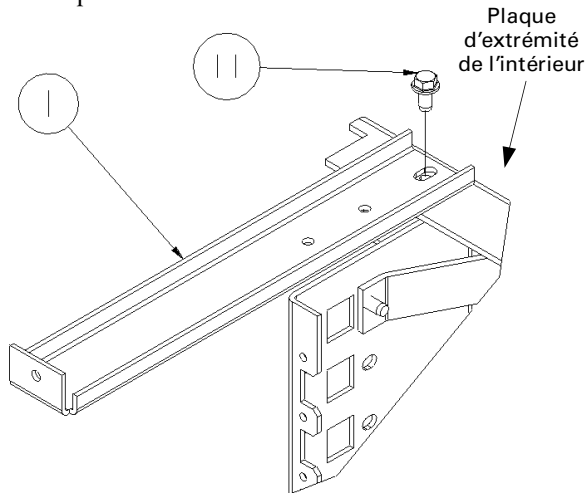
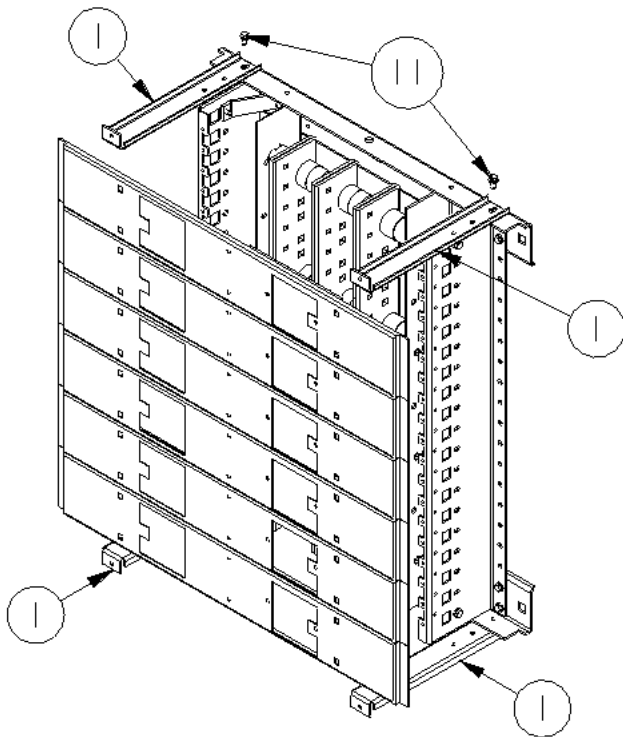

Figure 3. Pour attacher une colonne de montage de devant isolé à une plaque d'extrémité de l'intérieur.
Figure 4. Colonnes de montage de devant isolé montées aux quatre coins de l'intérieur.
1. Installer les quatre colonnes de montage du devant isolé [1] avant que le panneau ne soit monté dans le boîtier. Fixer une colonne à l'une ou l'autre des extrémités du haut et du bas des plaques d'extrémité de l'intérieur aux trous les plus avancés, en utilisant les vis à tête hexagonale [11] fournies, comme illustré à la Figure 3 et à la Figure 4. Serrer les vis à 50–60 lb-po.